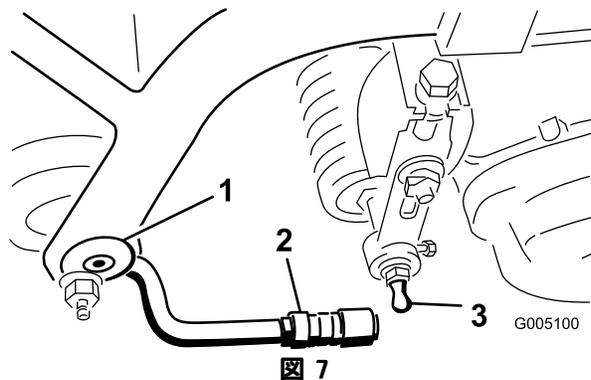

図 7
2. カッティングユニットの前ローラの左右それぞれの端部にボールスタッドを取りつける (図 7)。
4. ボールジョイントのスリーブを後ろにずらし、プルアームを下げてソケットをボールスタッドに嵌め合わせる。スリーブから手を離すとスタッドとジョイントが結合する（図 7）。